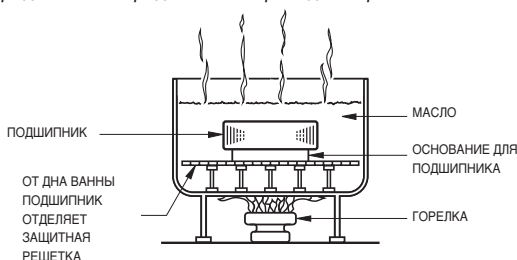

Рис. 16. Метод теплового расширения.
- Масляная ванна изображена на рис. 16. Избегайте прямого контакта подшипника с источником тепла.